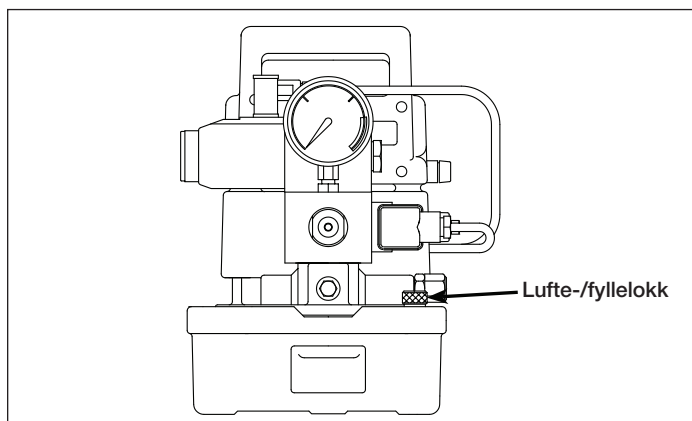

Fig. 4, Luften-/fyllelokk
Sjekk oljestanden ved å skru ut og fjerne luften-/fyllelokket (se fig. 4). Etterfyll Enerpac hydraulikkolje til oljen er 1 cm [1/2"] under luften-/fyllelokkåpningen.
3. Åpne pumpens luften-/fyllelokk, på det fremre høyre hjørnet av tanken, ved å dreie det 1-2 omdreininger (se fig. 4).
1. Fjern luften-/fyllelokket fra øverst til høyre på tanken (se fig. 4).